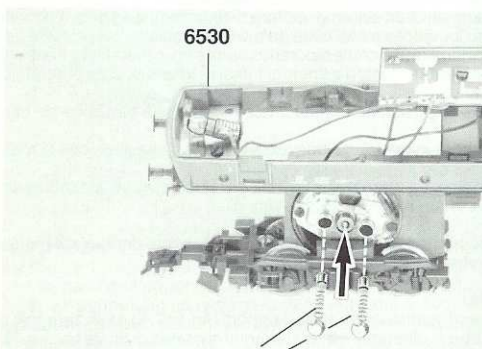

Fig. 7
**Kohlenwechsel:** Der Motor ist im hinteren Drehgestell der Lok eingebaut. Drehgestell am Mittelsteg zusammendrücken und aus Führung nach unten herausziehen (Fig. 7). Ersatz-Kohlen einsetzen. Die Räder sind zusätzlich mit Haftreifen ausgerüstet.
**Changing Brushes:** The motor is mounted on the rear bogie of this locomotive. Using finger and thumb, press inwards lightly in the centre of the bogie sides and pull downwards out of the body (fig. 7). Renew the brushes. The wheels are fitted with traction tyres.
**Remplacement des balais:** Le moteur est monté dans le bogie arrière de la locomotive. Pincer le centre des côtés du bogie afin de pouvoir le retirer (fig. 7). Remplacer les balais. Ces roues sont équipées de bandages.
**Het verwisselen van de koolborstels:** De motor is in het achterste draaistel gebouwd. Door het draaistelraam in het midden iets samen te drukken kan men het motordraaistel losnemen (fig. 7). Nu kunnen de koolborstels verwisseld worden. Deze wielen zijn van anti-slipbandjes voorzien.
**Kolbyte:** Motorn är inbyggd i lokets bakre boggie. Tryck ihop boggien på mellansteget och drag ut den nedåt ur hållaren (fig. 7). Nytt kolpar monteras. Dessa hjul är urrustade med slirskydd.